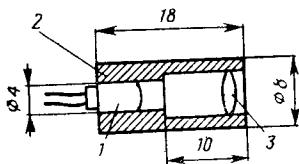

Рис. 68. Размещение фототранзистора
Фототранзистор $V1$ (1) устанавливают в оправку 2 (рис. 68), выпоточенную из любого металла, так, чтобы его